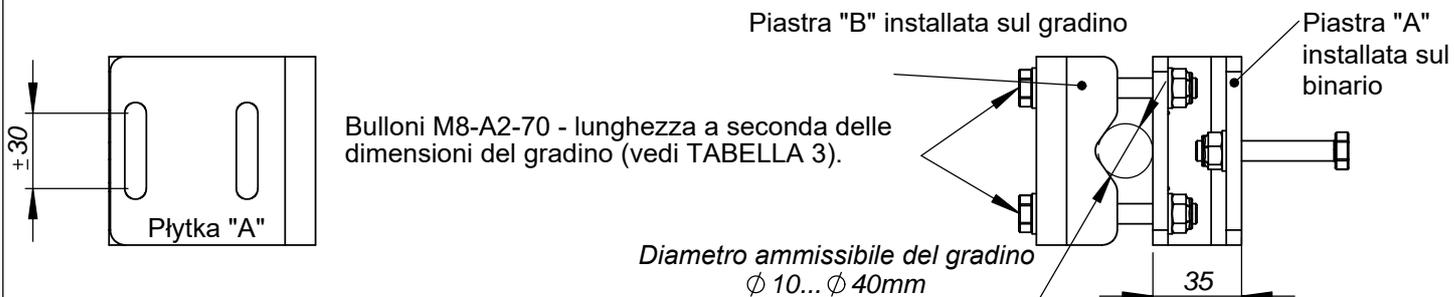

Fig. 10.2.1 AC520-340 - Connettore corto per gradini
10.2.1. AC520-340 - CONNETTORE CORTO PER GRADINI (Fig. 10.2.1)